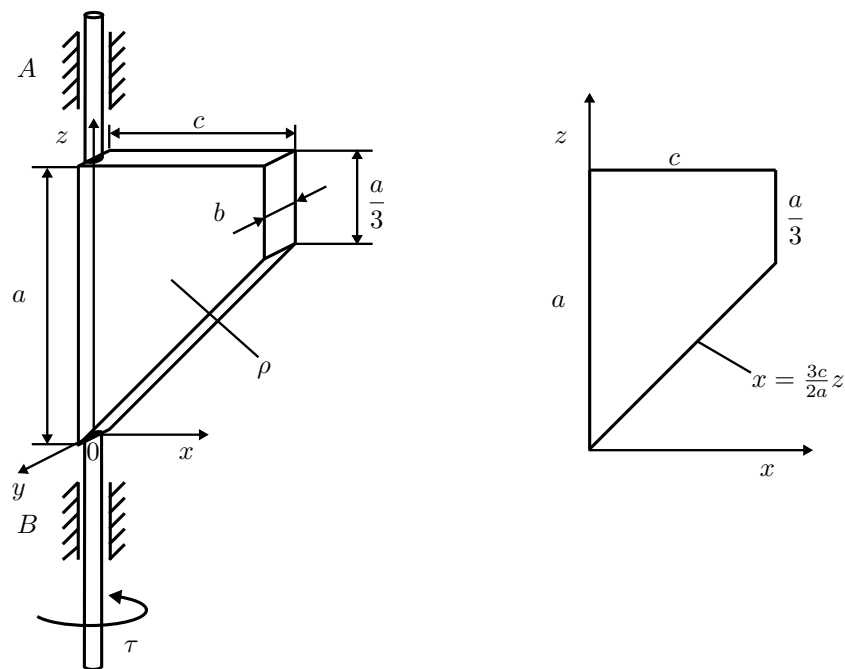

Abb. 3: Rotierende Scheibe.
- b) Abbildung 3 zeigt eine dünne, homogene Scheibe, die in den Punkten A und B drehbar gelagert ist und durch ein Moment  $\tau$  angetrieben wird. Der Einfluss des zur Lagerung genutzten Stabes auf die Bewegung wird vernachlässigt.
Zur Herleitung der Bewegungsgleichungen soll der Momentensatz bzw. Drehimpulssatz genutzt werden. Nutzen Sie hierzu ein **mitbewegtes** rotierendes Koordinatensystem  $(0xyz)$ , dessen Ursprung mit dem unteren Ende der Scheibe zusammenfällt (vgl. Abbildung 3, rechts).